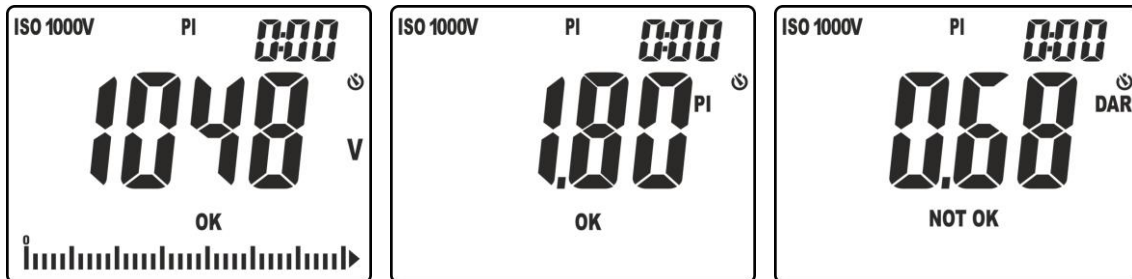

Fig. 24: Risultati della misura di PI e DAR
10. Premere i tasti ▼/☼ o ▲/ZERO per visualizzare la tensione reale applicata, il valore del parametro PI o il valore del parametro DAR (vedere Fig. 24)